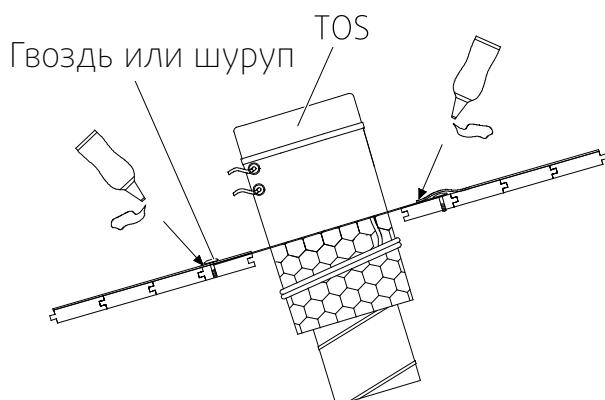

Рис. 8
2. Накрывающую пластину крова следует разместить под покрывающим материалом вдоль направляющих балок перекрытий в верхней части, и в нахлест на материал в нижней части, рисунок 8.